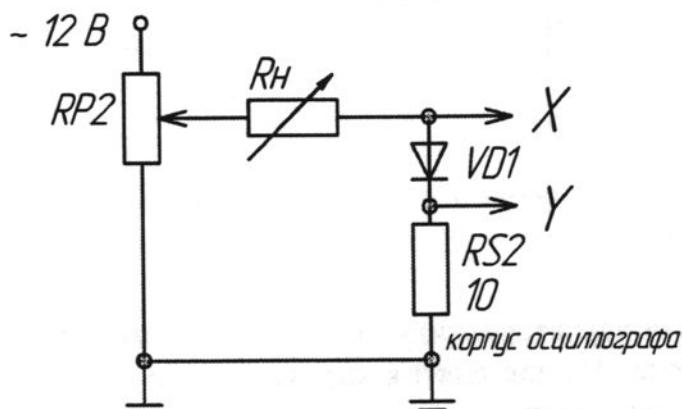

Рис. 3
г) собрать схему для получения ВАХ диода на экране осциллографа. Исследование выпрямительного диода выполняется на переменном токе в соответствии с принципиальной схемой рис. 3. Вход Y (CH2) осциллографа подключить к шунту RS2, а корпус осциллографа () соединить с общим проводом (). Вход X (CH1) осциллографа подключить к аноду диода. При этом переключатель развертки осциллографа должен быть переведен в положение X/Y. Светящуюся точку на экране осциллографа поместить в начало координат. Подать питание. Зарисовать ВАХ диода, определить масштабы по току и напряжению;
7. Какие погрешности можно ожидать при осциллографировании по схеме рис. 3?